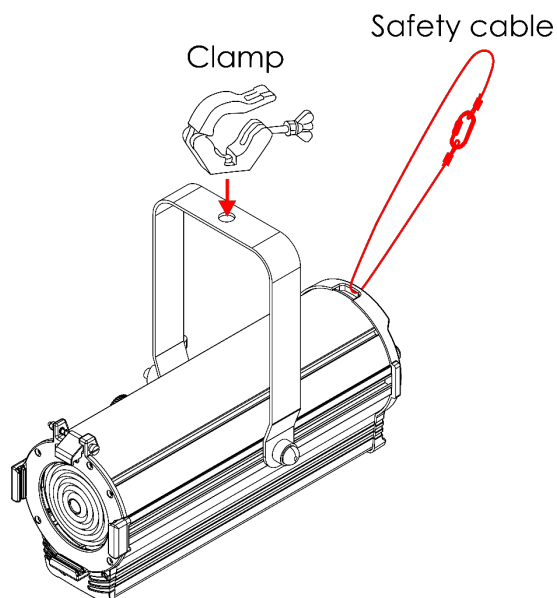

Fig. 07
- 01) Utilisez une pince pour attacher l'appareil à la structure de support (voir fig. 07). Assurez-vous que l'appareil est immobilisé.
- 02) Attachez l'appareil à l'aide d'une suspension secondaire, un câble de sécurité, par exemple. Assurez-vous que la suspension secondaire est capable de supporter 10 fois le poids de l'appareil. Si possible, la suspension secondaire doit être fixée à une structure porteuse indépendante de celle de la suspension primaire. Passez le câble de sécurité dans l'**anneau de sécurité (02)** (voir fig. 07).